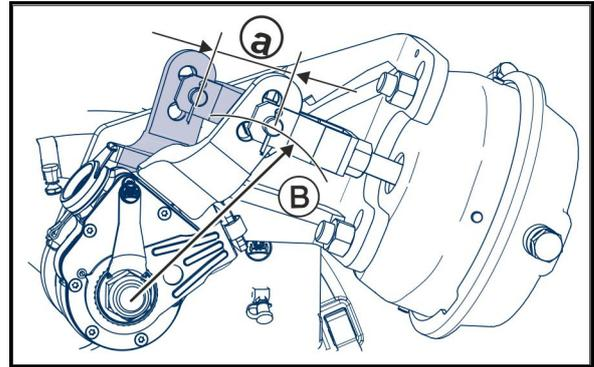

Fig. 112
1. Dévissez les deux plaques d'obturation (Fig. 112/1) du côté intérieur du tambour de frein.
Les saletés peuvent se déposer sur les garnitures de frein (Fig. 112/2) et dégrader fortement les performances de freinage.